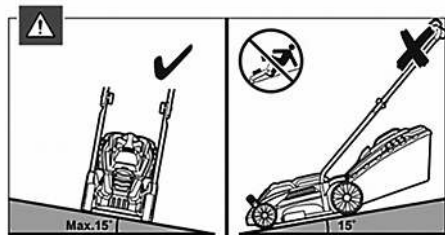

Рис. 12 Положение газонокосилки при скашивании на склонах
8. Запрещается работать газонокосилкой, если угол склона превышает 15° (Рис. 12).